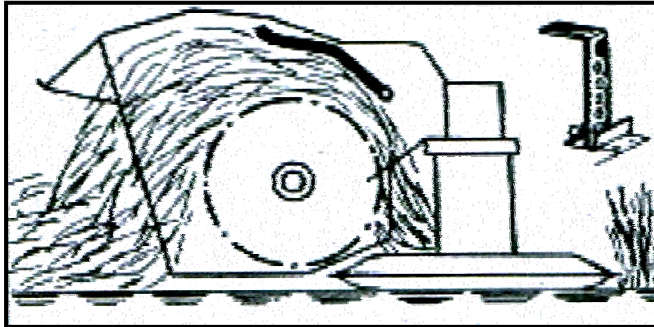

Abb. 37: Label, Verstellung Knickzetter
Jeweils im Bereich der Stellhebel befinden sich entsprechende Labels, die Ihnen die Wirkungsweise des Knickzettlers erklären (siehe Abb. 37)
**Entfernen Sie** den Schutzkastendeckel, indem Sie die oberen und unteren Halteschrauben einige Umdrehungen lösen und anschließend den Deckel abziehen (siehe Abb. 37)
**Entspannen Sie** die Spannrolle über die **Spannvorrichtung (A)**.
**Drehen Sie** eine Schraube des Spannsatzes in die **Bohrung (C)** um die Keilriemenscheibe abzudrücken.
**Tauschen Sie** beide Keilriemenscheiben und befestigen Sie beide über die **Spannsatzschrauben (B)** (Anzugsmoment 90 Nm).
**Spannen Sie** die Keilriemen über die **Spannvorrichtung (A)** und verschließen Sie den Antrieb mit dem Schutzkastendeckel.